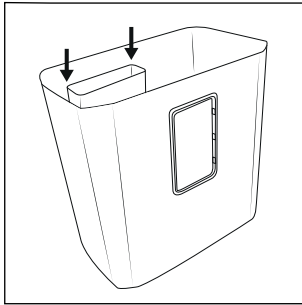

Fig. 1
- ◆ Monter den lille opsamlingsbeholder **10** i den store opsamlingsbeholder **12**. For at gøre det skal du skubbe den lille opsamlingsbeholder **10** ned langs styreskinnerne i den store opsamlingsbeholder **12**, indtil den går helt i indgreb (se fig. 1).
- ▶ Tøm opsamlingsbeholdere ❷/❸ jævnlige for at forhindre, at opskåret materialet trækkes ind i skæreknivene nedefra.
- ◆ Hold på skæreenheden ❹ i de to integrerede bæregreb ❺ til højre og venstre, og tag den af den store opsamlingsbeholder ❻.
- ◆ Tag den lille opsamlingsbeholder ❷ ud af den store opsamlingsbeholder ❻.
- ◆ Tøm den store opsamlingsbeholder ❻ og den lille opsamlingsbeholder ❷ hver for sig.
- ◆ Montér igen den lille opsamlingsbeholder ❷ i den store opsamlingsbeholder ❻ (se fig. 1).